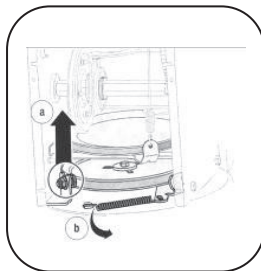

Рис.4
4. Снимите приводной ремень со шкива и пропустите его между опорным кронштейном и шкивом шнека (Рис.4).
5. Отсоедините пружину опорного кронштейна от рамы (Рис.4).